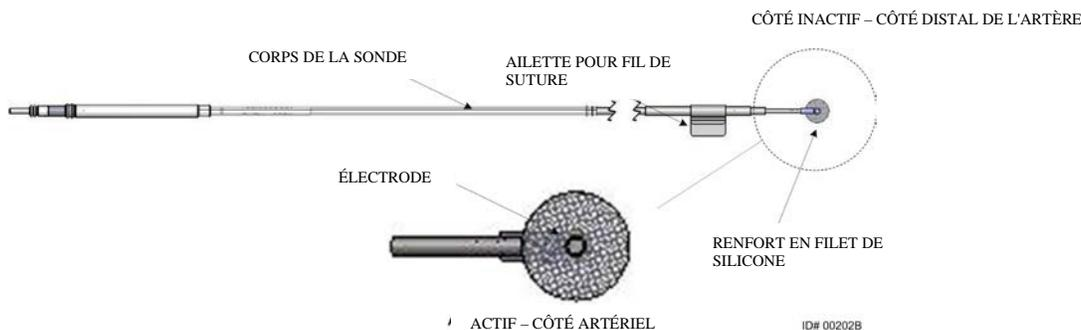

Figure 3 : sonde de stimulation du sinus carotidien
| Figure 3 : sonde de stimulation du sinus carotidien | 1-2 |
La sonde de stimulation du sinus carotidien (Figure 3) conduit l'énergie d'activation du générateur d'impulsions implantable aux barorécepteurs situés sur le sinus carotidien gauche ou le sinus carotidien droit. La sonde est disponible en deux (2) longueurs : modèle 1036 (40 cm) et modèle 1037 (50 cm). Les deux modèles disposent d'une électrode de 2 mm et sont fournis avec un outil pour l'implantation. Elles sont entièrement interchangeables pour tenir compte des spécificités anatomiques et sont laissées au choix du médecin.